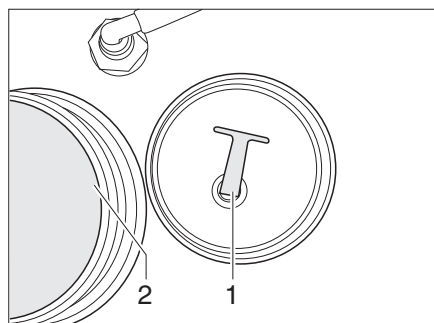

Fig. 94 Serbatoio dell'acqua
- Svitare il coperchio (Fig. 94,2) del serbatoio dell'acqua.
- Premere il tappo di chiusura (Fig. 94,1) nell'apertura di scarico e ruotare la leva.
- Estrarre il tappo di chiusura (Fig. 94,1) dall'apertura di scarico. L'acqua fuoriesce.